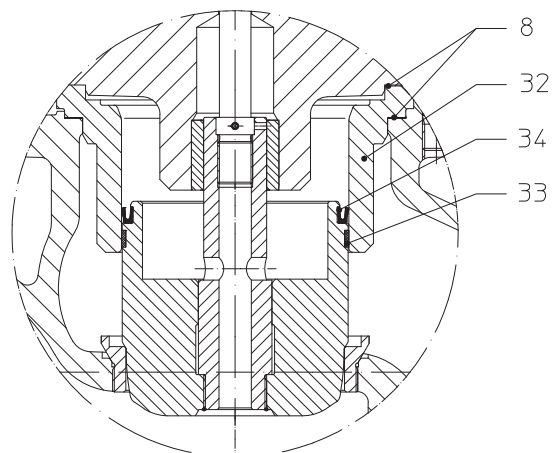

Fig. 17: Clapet d'équilibrage
- Extraire par effet de levier avec un instrument adapté (par ex. tournevis) la garniture de piston usée (pos. 34) de la gorge (rainure) du clapet.
- Mettre une nouvelle garniture de piston (pos. 34) en place en veillant à sa bonne position de montage (voir Fig. 17).
- Remplacer la bande de guidage (pos. 33).
- Nettoyer la surface de roulement de la douille de guidage (pos. 32); la polir éventuellement avec un abrasif fin.
- Renouveler 2 garnitures d'étanchéité (pos. 8).
- Fixer avec les écrous (pos. 11) et serrer en croix. (Couples de serrage voir point 7.3.1.)